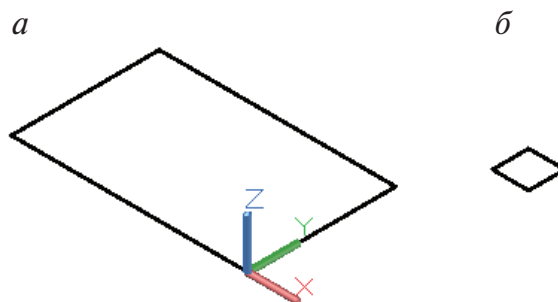

Рис. 166. Элементы для выполнения команды Сдвиг
**Вариант 3. Команда Сдвиг**  (рис. 166–168).
Построим два прямоугольника, показанные на рис. 166.
Траектория для сдвига — прямоугольник размером 12000×9000 мм (рис. 166, *а*), объект сдвига — прямоугольник размером 700×500 мм (рис. 166, *б*). Начертим два прямоугольника.
**Второй угол или [Площадь/Размеры/поворот]:** @12000,9000 ↵ (см. рис. 166, *а*).
Второй угол или [Площадь/Размеры/поворот]: **@700,500** ↵ (см. рис. 166, б).